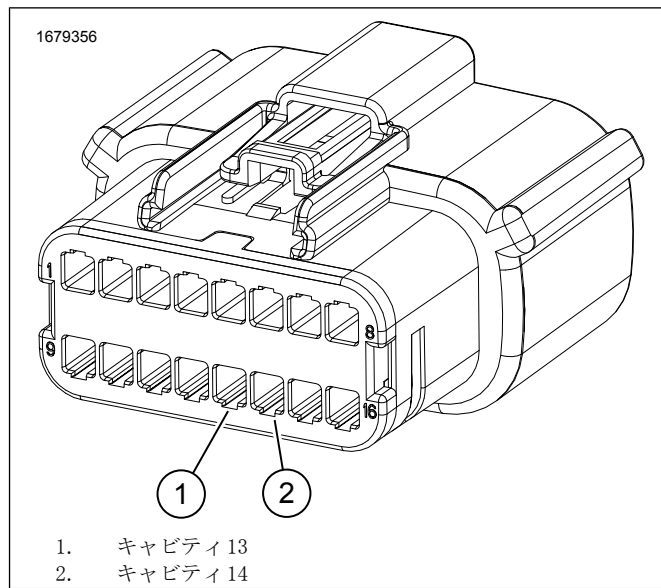

図3。16ピンコネクタC288_1
4. 図3 コネクタ[C288B_1]のキャビティ13および14からプラグを取り外します。